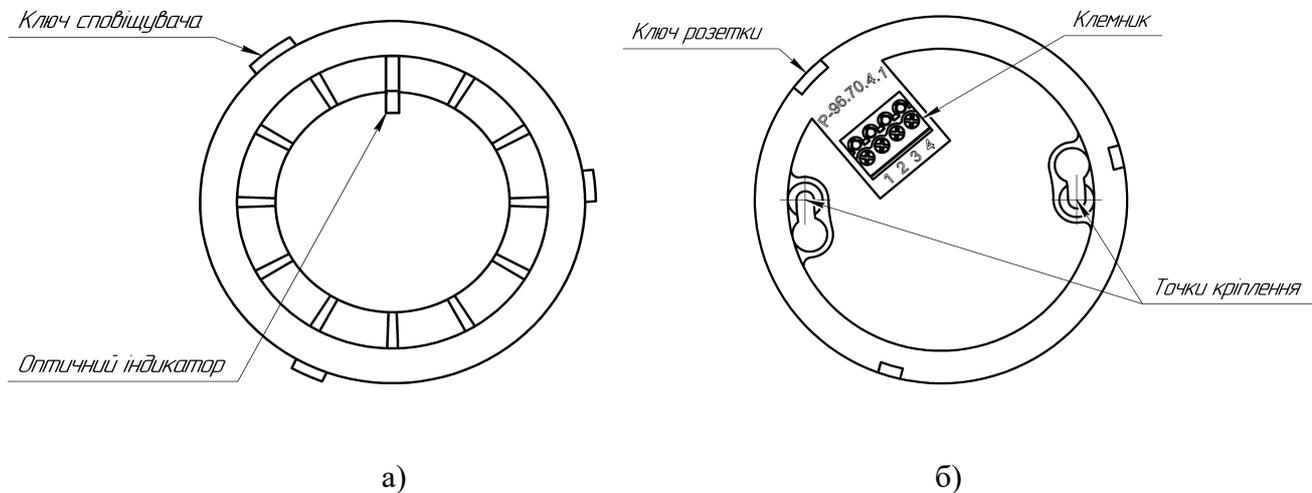

Рис.5 – (а) – сповіщувач, (б) – розетка.
3.2 Сповіщувач СПТТА та СПТТА-В, представляє собою пластмасовий корпус – Рис. 5а, в якому змонтовано електронний блок та світлопровід. Розетка є монтажною базою - Рис.5б. Для підключення сповіщувача до лінії зв'язку або шлейфу сигналізації використовується клемник, який встановлений у розетці Р-96. Призначення контактів клемника наведено у таблиці 4.